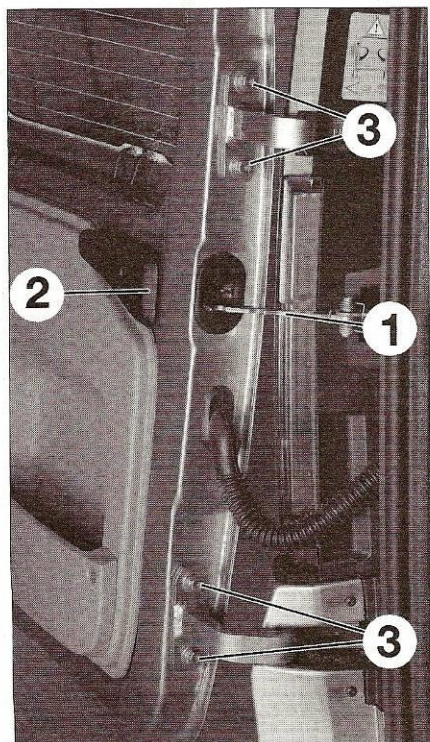

Fig. 92
- Dégager la porte de son arrêt (1) avec la poignée (2) (Fig.92).
- les vis supérieure et inférieure (3) sur les chants de porte,